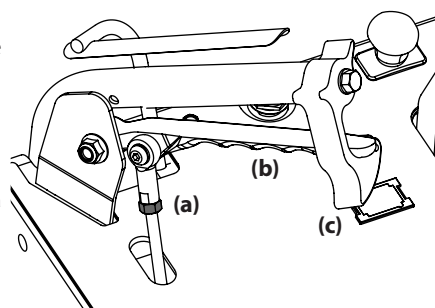

Figura 29
6. Afloje la contratuerca (a) y ajuste la varilla hasta que la palanca de dirección (b) esté asentada en la palanca de bloqueo neutral (c). Consulte la Figura 29.